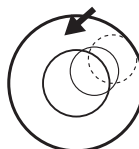

図9
- (1) 整準ネジを回して気泡を1/2中心の方に移動させます。(図9)